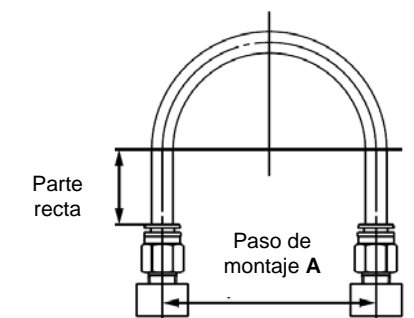

Figura 7
- Cuando conecte los tubos usando conexiones instantáneas, deje cierta longitud adicional de tubo, tal como se muestra en la Figura 7